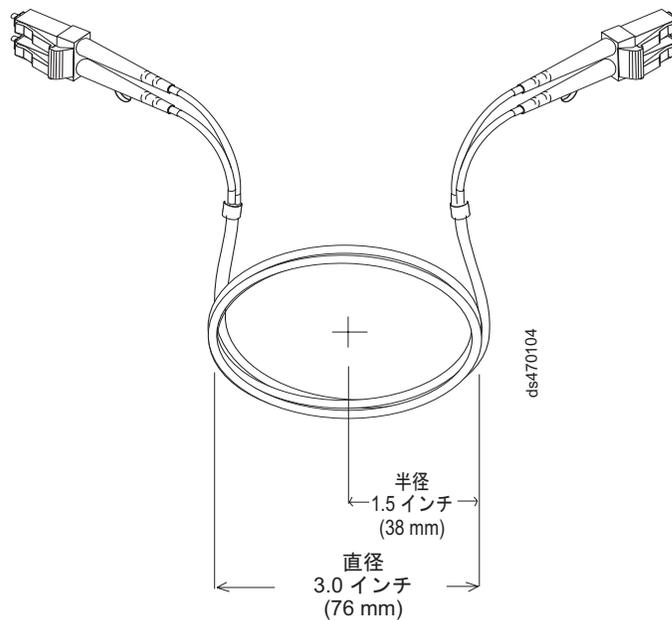

図 24. 光ファイバー・ケーブルの曲げおよびループに関する仕様
- 余分な、または未使用の光ファイバー・ケーブルを保管するときは、ケーブルを直径 76 mm (3 インチ) 未満または半径 38 mm (1.5 インチ) 未満に曲げないでください。また、ケーブルを折り返さないでください。54 ページの図 24 を参照してください。